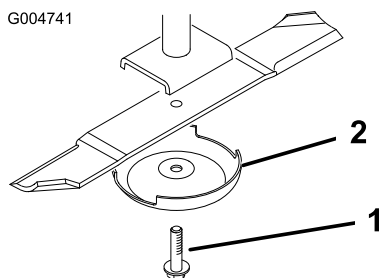

Figura 100
- Sujete el extremo de la cuchilla usando un paño o un guante grueso. Retire del eje de la cuchilla el perno de la cuchilla, el protector de césped y la cuchilla (Figura 100).